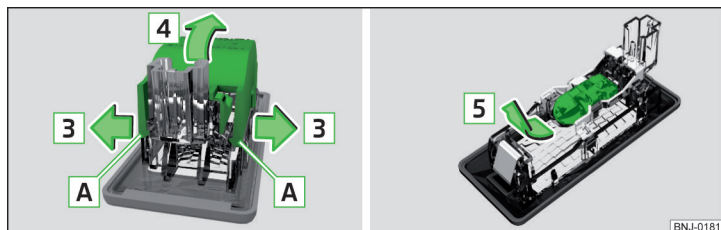

Fig. 194 Demontarea capacului de protecție / înlocuirea becului
- › Desfaceți capacul de protecție lămpii în zona **A**, precum și în sensul săgeții **3** » fig. 194.